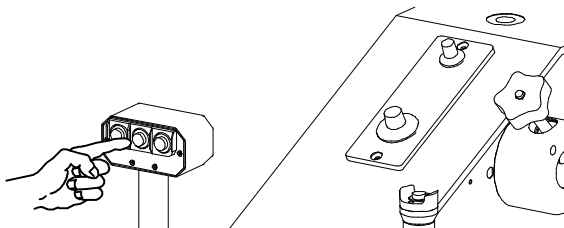

Fig. 13
d) Il pulsante N.2 (Fig. 13), al centro della pulsantiera, viene usato nel caso di fustellatura di materiali semi-duri con l'impiego di utensili aventi uno sviluppo lineare medio.